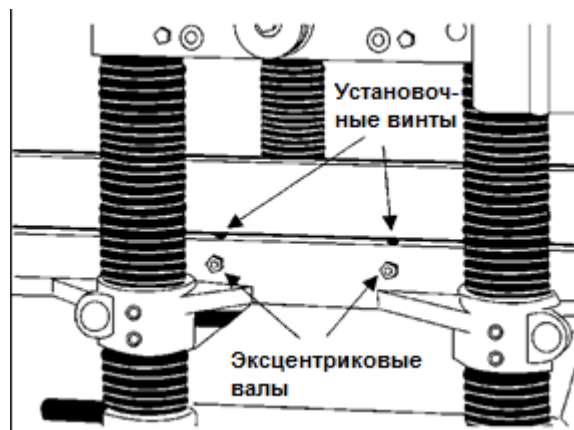

Рис. 14
3. С одной стороны стола ослабьте установочные винты (см. Рис. 14) с помощью шестигранного ключа на 3 мм и вращайте эксцентриковые валы, чтобы поднять или опустить ролики.